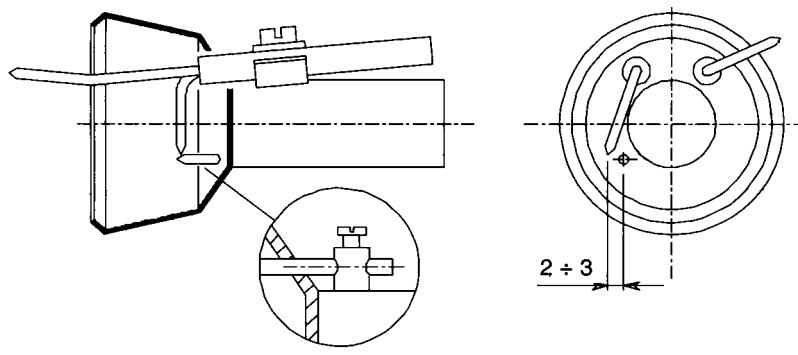

Fig. 32
- Verificati electrodul de aprindere, curatati-l si reglati-l, si daca este necesar , inlocuiti-l (Fig.32) ;
- Verificati electrodul de detectie , curatati-l si reglati-l, si daca este necesar , inlocuiti-l (Fig. 32).
Pentru a garanta o ardere corecta , trebuie respectata valoarea marimilor date in Fig. 32.